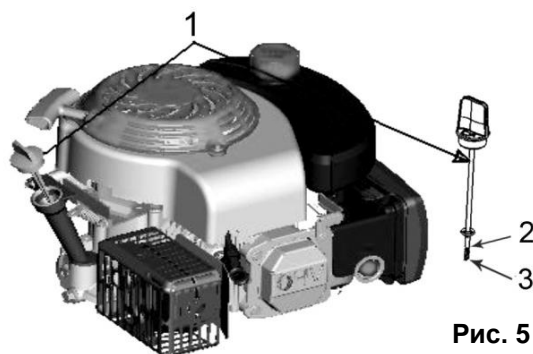

Рис. 5
**⚠ Вниманию!** При проверке уровня масла или его замены, газонокосилка должна стоять ровно на горизонтальной поверхности. Двигатель должен быть остановлен. Поддерживайте уровень масла у максимальной отметки (H) на масляном щупе.
- Отверните масляный щуп (1)(См. Рис.5) и проверьте уровень масла.
- Если уровень масла меньше нижней линии (3)(См. Рис.5) на щупе, долейте масло до верхней отметки (2)(См. Рис.5). При загрязнении, масло необходимо заменить.